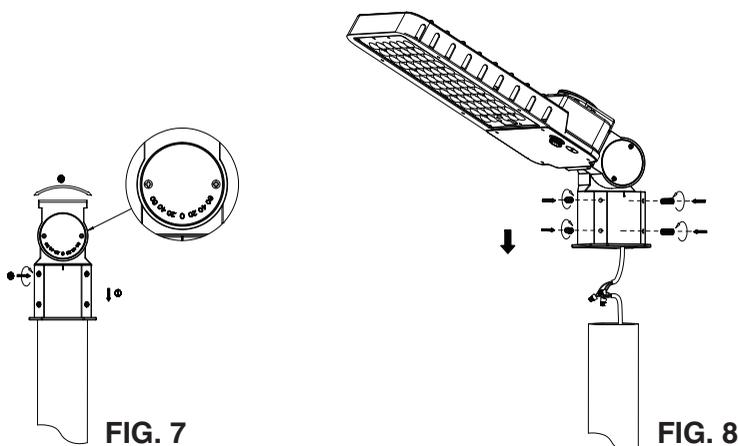

FIG. 8
1. Connectez les fils d'alimentation correctement, réalisez les connexions (voir les schémas de câblage ci-dessous) et posez les fils dans le poteau. À la fin, insérez le raccord lisse sur le poteau (voir la FIG. 8).